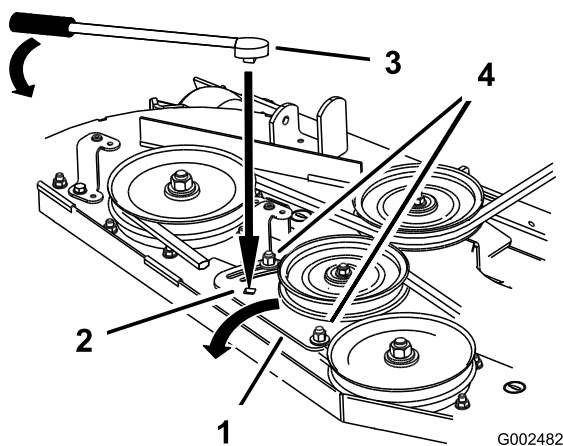

Figura 56
5. All'occorrenza, allentate la piastra intermedia del tosaerba e regolate come opportuno (Figura 56).
6. Inserite un cricchetto o una barra idonea nel foro quadrato della piastra intermedia del tosaerba per regolare la tensione (Figura 56).
7. Per aumentare la tensione della cinghia girate la piastra intermedia finché non noterete resistenza e la piastra non gira più. Non forzate la piastra quando si ferma (Figura 56).
8. Serrate i bulloni della piastra intermedia (Figura 56).
10. Regolate la tensione della cinghia e la piastra intermedia, se necessario, e serrate saldamente tutta la bulloneria (Figura 56).